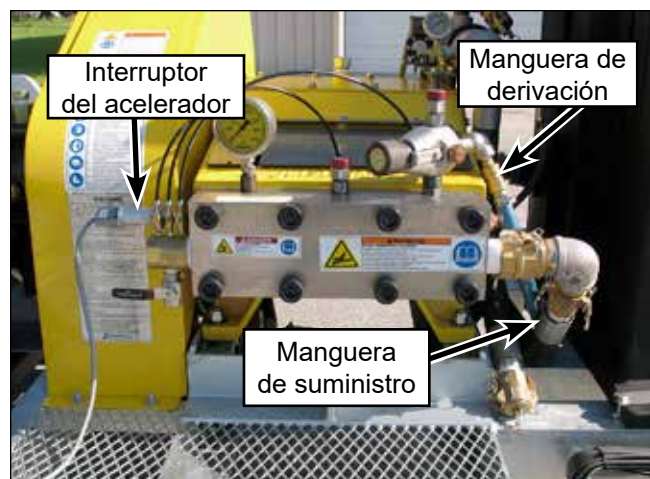

Figura 125: Preparación para la extracción de la bomba.
2. Quite la manguera de derivación y la de suministro (Figura 125). Si la manguera de suministro está conectada al filtro secundario, desconéctela del filtro.